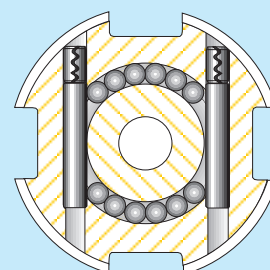

Рис. 3
7. Вставьте оставшийся стопорный штифт в отверстие (Рис.3).